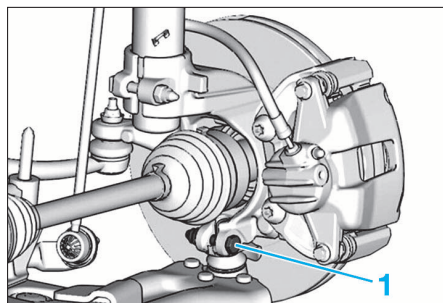

FIG. 21
- Déposer la roue et la vis de la rotule de pivot (1) (Fig.21).